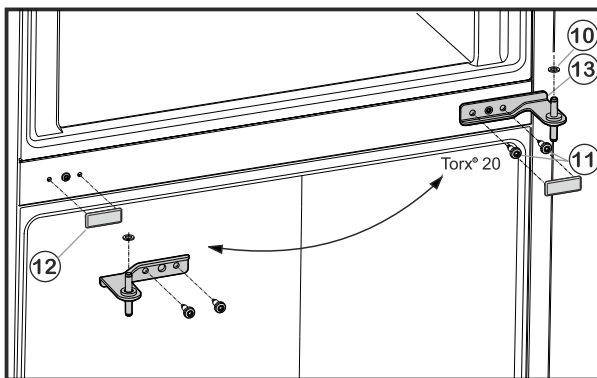

Fig. 6
- Befestigungsschrauben Fig. 6 (11) abschrauben (2 mal Torx® 20) und Lagerbock Mitte aus der unteren Tür herausziehen.
- Kunststoffscheibe Fig. 6 (10) abnehmen.
- Abdeckung Fig. 6 (12) vorsichtig abziehen.
- Abdeckung Fig. 6 (12) auf der Gegenseite wieder aufsetzen.
- Lagerbock Mitte Fig. 6 (13) um 180° gedreht in die untere Tür einsetzen und mit Befestigungsschrauben Fig. 6 (11) (2 mal Torx® 20) auf die neue Scharnierseite **fest (mit 4 Nm)** anschrauben.
- Kunststoffscheibe Fig. 6 (10) wieder aufsetzen.
- Obere Tür auf den Lagerbock Mitte Fig. 6 (13) setzen.